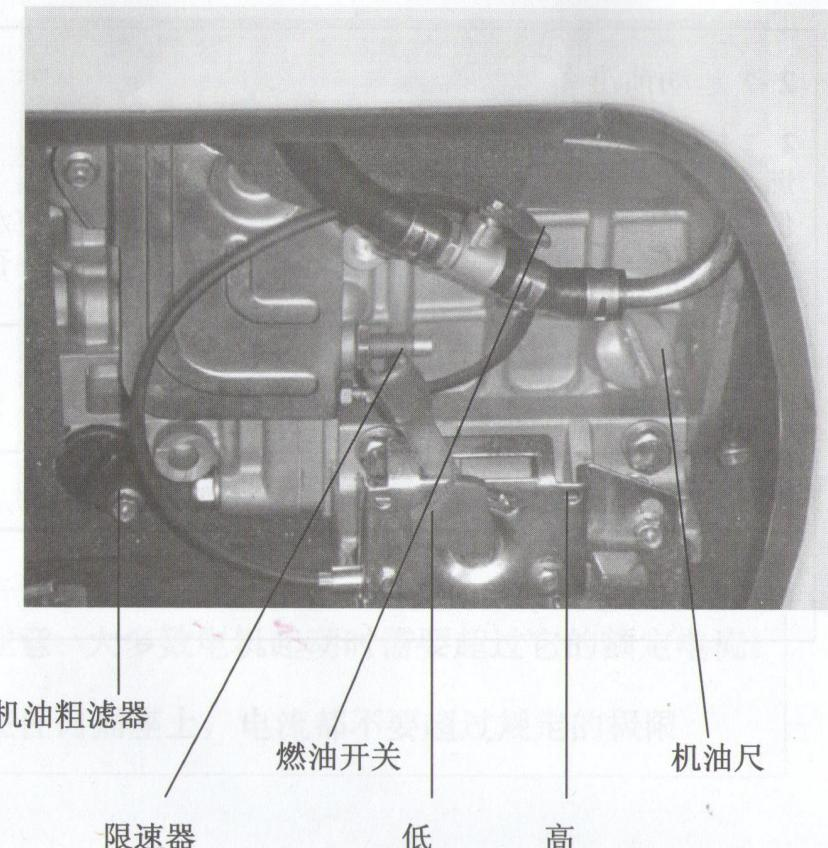

图 2-4
- (1) 检查润滑油量，当油量不够时，应添加到规定高度。
- (2) 在没有负荷情况下将柴油机预热三分钟。
- (3) 不要松动调整柴油机速度极限的油量控制器部件或限速螺栓（出厂时已调好）否则性能将会受到影响。见图 2-4